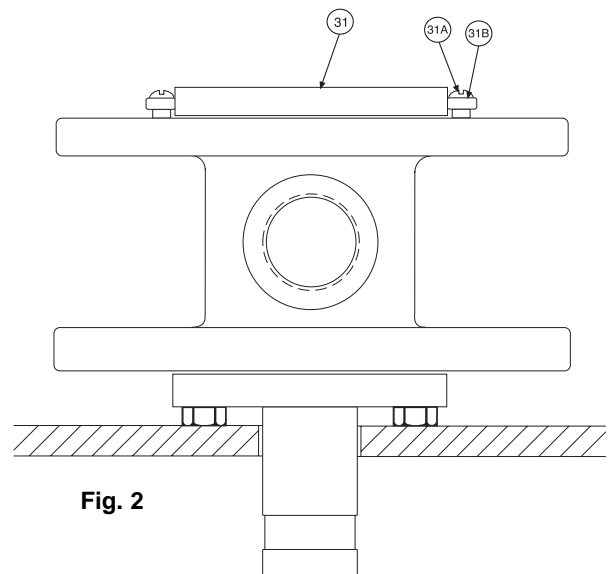

Fig. 2
Zet de afdichting nu rechtovereind (zie Fig. 2) met de nippel (4) in een stuk pijp of een gat in de werkbank. In deze positie zal de behuizing van de afdichting rusten op de slijtplaat (16).